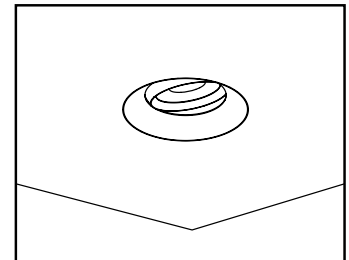

Figure 16
8. Make sure that the fixture does not loosen after installation. (see Fig. 16)
8. Assurez-vous que l'appareil ne se desserre pas après l'installation. (voir Fig. 16)